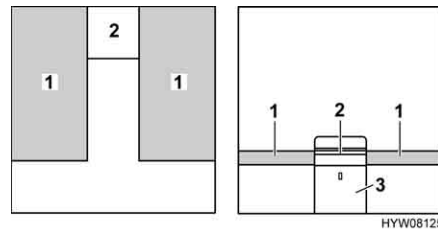

Fig. 67 Avant la transformation
- Retirer la rehausse du petit meuble de nuit (Fig. 67,2) et la mettre de côté.